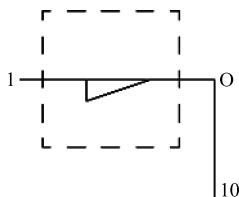

图 5-37 绘制竖直线 10
(9) 返回实线层。单击“默认”选项卡“绘图”面板中的“直线”按钮，开启对象捕捉和正交功能，捕捉直线 1 的右端点，以其为起点向下绘制一条长度为 20 mm 的竖直线 10，如图 5-37 所示。
(10) 单击“默认”选项卡“修改”面板中的“旋转”按钮，旋转图形，命令行提示与操作如下：